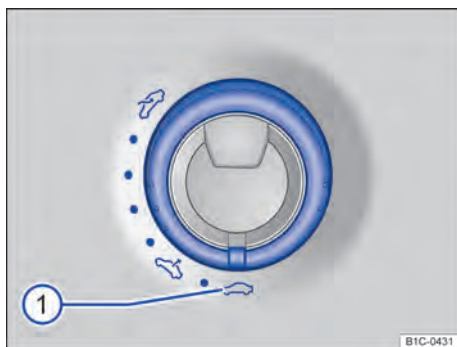
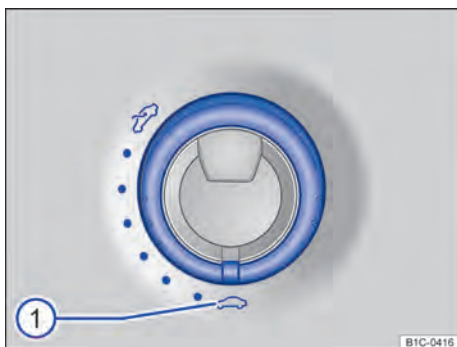

Fig. 39 No revestimento do teto: interruptor do teto solar panorâmico elétrico de vidro (variante 1).
Fig. 40 No revestimento do teto: interruptor do teto solar panorâmico elétrico de vidro (variante 2).
- Girar o interruptor ⇒ **Fig. 39 ①** ou ⇒ **Fig. 40 ①** para a posição “Fechado”.